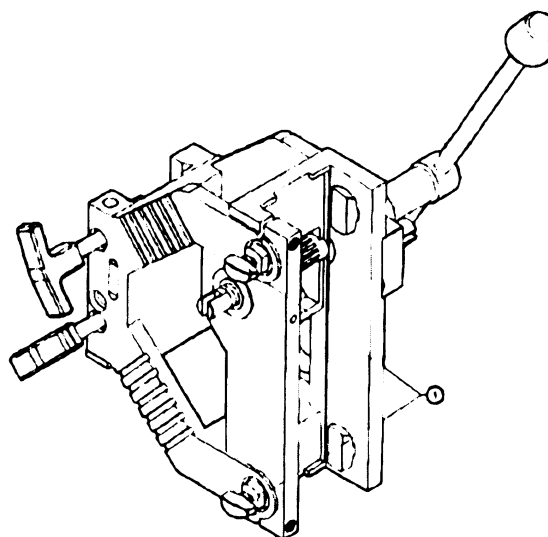

Рис. 3-4 Каретка
3.2.6 Электробормотор и крепежная пластина (рисунок 3-4)